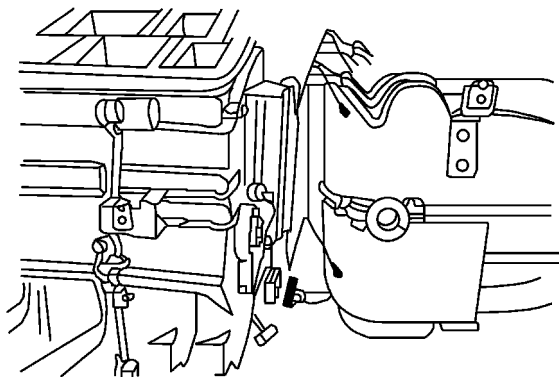

图 5-45 拆卸加热器/空气分配壳体总成
3) 按照图 5-45 所示，拆卸加热器/空气分配壳体总成。从加热器/空气分配器壳体总成上拆卸导线束和插接器，拆卸加热器芯壳体和蒸发器壳体连接螺钉。